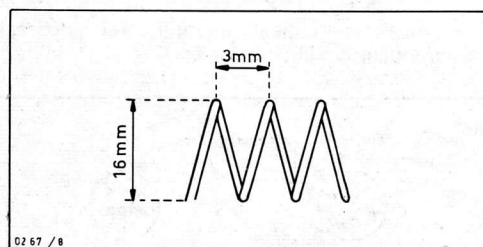

FIG. 8. — Self d'accord en fil de cuivre nu recuit et argenté de 20/10°
V. — Réalisation de la self d'accord (Fig. 8).